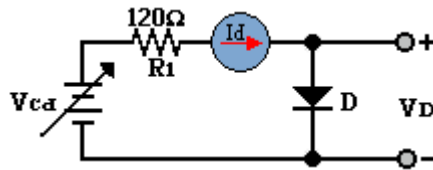

Figura 2.1
1. Arme el circuito de la figura 2.1.
2. Diga qué función tiene  $R_1$  en el circuito de la figura 2.1.